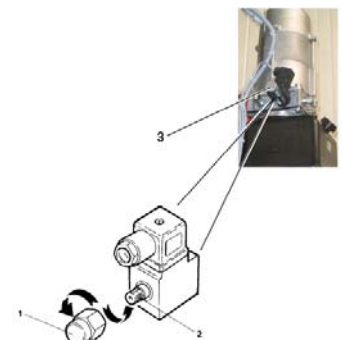

Fig.16
- Verwijder de beschermingsmoer (1) van het ventiel (2), en open het ventiel (3) (Fig.16) om de hefbrug te laten dalen.